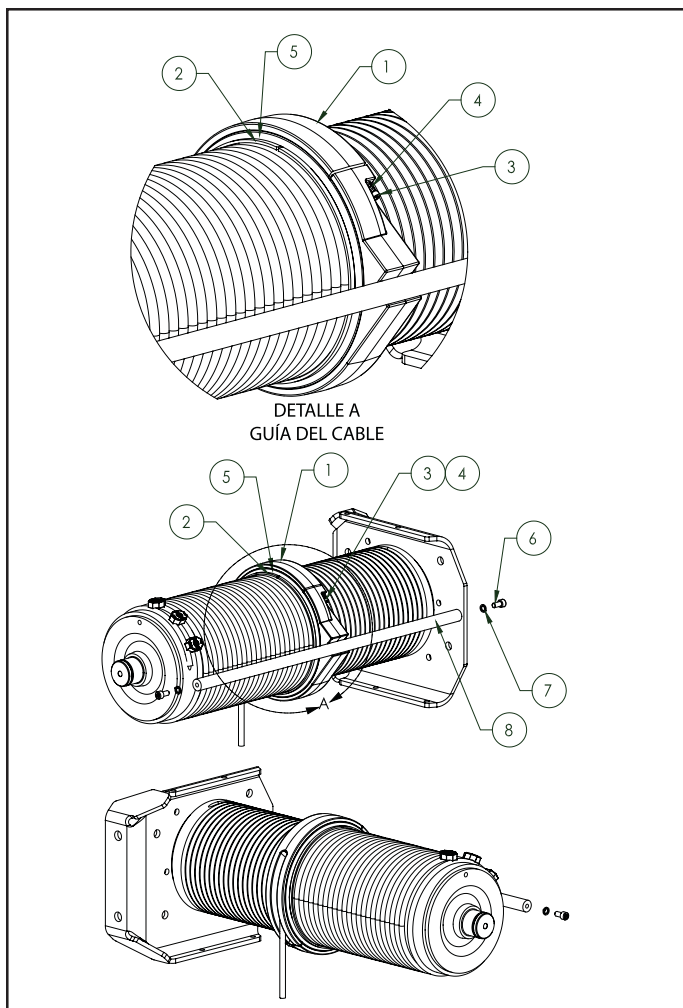

Figura 5-3a. Guía del Cable (Estructuras “B” y “C”)
b) Desarmado de las Estructuras “B” y “C”. Consulte la Figura 5-3a. Si necesita ayuda adicional para ubicar componentes, consulte la lista de partes en la Sección IX.
(1) Retire los tornillos de cabeza hueca y las arandelas de seguridad (Ítems 6 y 7). Retire la varilla del tambor (Ítem 8).
(2) Retire los pernos de sujeción (Ítem 3) y los resortes de compresión (Ítem 4). Ahora puede retirar las dos mitades del cuerpo de la guía del cable (Ítem 1) del tambor en forma separada. Cuando la vuelva a armar, asegúrese de que la mitad con la ranura para el cable quede en la mitad superior del tambor.
- (2) Aleje a todo el personal del polipasto y **ENCIENDA LA ENERGÍA ELÉCTRICA.**
- (3) Opere el polipasto en movimiento "UP" ("ARRIBA") y guíe seis (6) vueltas de cable nuevo dentro de las muescas del tambor con una mano enguantada.
- (4) Vuelva a instalar la guía del cable sobre el cable en las muescas del tambor para el cable, como se muestra en la Figura 5-3a. y 5-3b., y se describe en la Sección V, Párrafo 5-5. Continúe lubricando a medida que el cable se enrosque en el tambor, hasta que quede alrededor de 28'-0" (8.53 m) desenroscado.